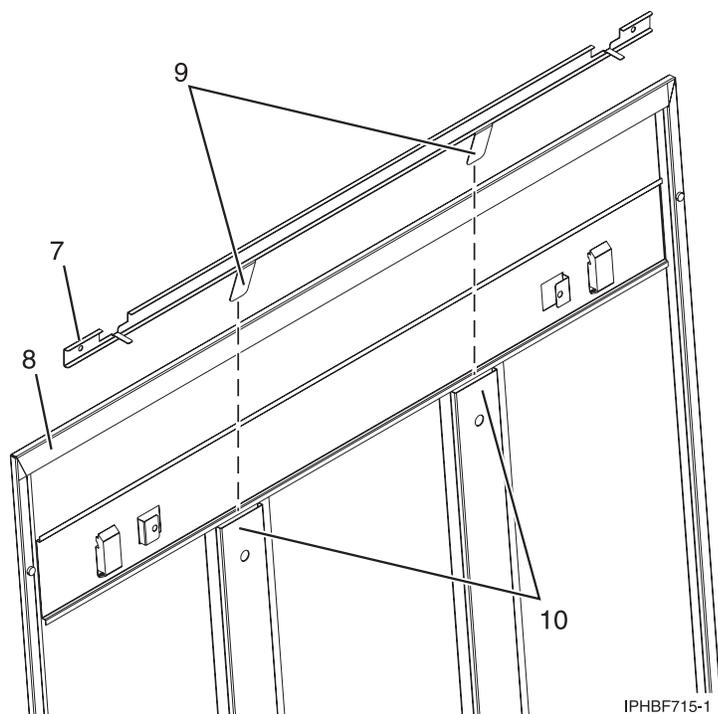

Figura 55. Instalar una barra corredera de seguridad
- b. Asegúrese de que el lado plano del riel de la barra corredera (7) en la Figura 55, esté orientada a la parte interior del panel de la cubierta (8). Inserte las dos pestañas (9) del riel de la barra corredera en los dos canales de soporte vertical (10) del panel de la cubierta lateral.